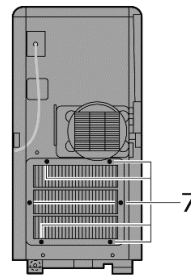

Abb. 10 Geräterückseite
1. Lösen Sie die 6 Schrauben von der Filterhalterung (siehe Abb.10).